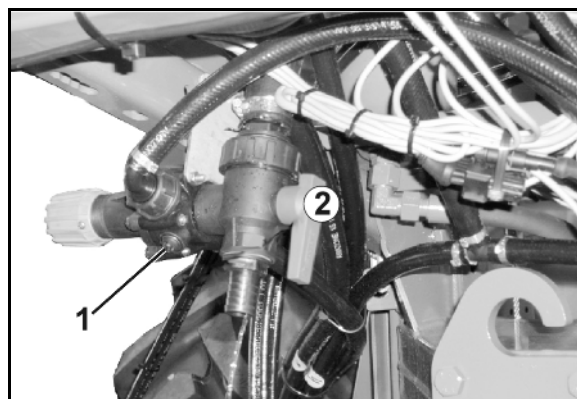

Fig. 159
- o Svitare la vite di scarico (Fig. 159/1) sulla valvola di riduzione di pressione.
- o Aprire il rubinetto di commutazione SRP (Fig. 159/2).